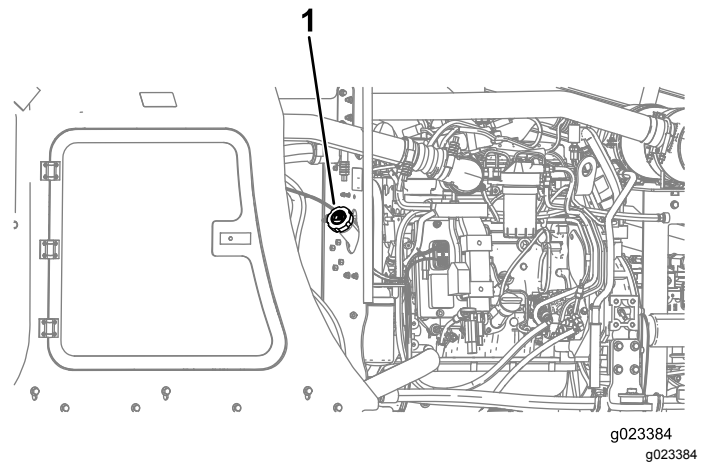

**Bild 37**
3. Nehmen Sie den Tankdeckel vom Kraftstofftank ab (Bild 37).